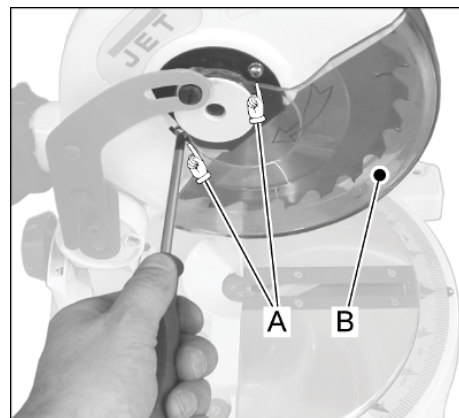

Рис. 10
- Установите на место пластиковый защитный кожух и затяните два винта (A, Рис. 10).